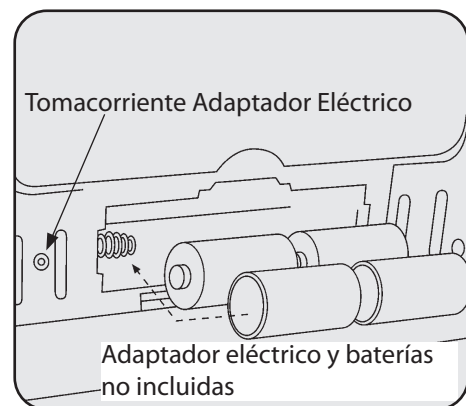

Figura 7
10. Para que el ventilador funcione, se necesitan 4 baterías D. El compartimiento de las baterías está ubicado en el panel posterior inferior del calentador. Siga las instrucciones en la cubierta de las baterías para una correcta instalación de las baterías. Ver Figura 7.
11. El calentador también puede recibir suministro eléctrico desde un adaptador eléctrico F276127. Requiere un adaptador de 6 voltios de CC con una corriente de hasta 800 miliamperios con polaridad positiva en la punta. Ver Figura 7.
13. Para que el ventilador funcione, se necesitan 4 baterías D. El compartimiento de las baterías está ubicado en el panel posterior inferior del calentador. Siga las instrucciones en la cubierta de las baterías para una correcta instalación de las baterías. Ver Figura 7.
14. Ventilador de la calefacción también se puede alimentar con adaptador eléctrico, **F276127**. Requiere un adaptador de 6 voltios de CC con una corriente de hasta 800 miliamperios con polaridad positiva en la punta. Ver Figura 7.